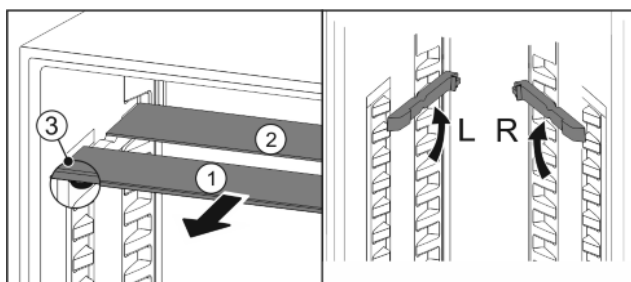

Fig. 17
- Издърпайте Fig. 17 (1) поотделно стъклените плочи напред.
- ▷ Стъклената плоча Fig. 17 (1) с ограничителя на изтеглянето е отпред.
▷ Ограничителите сочат надолу Fig. 17 (3).